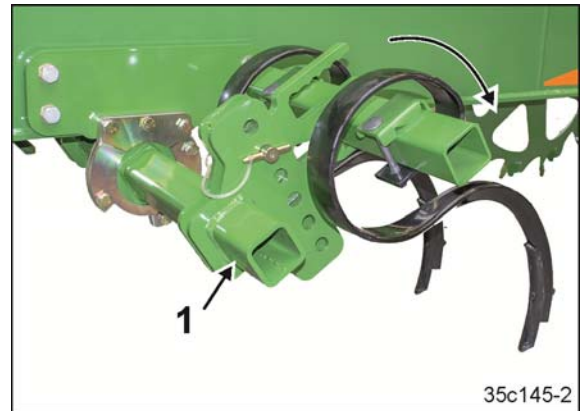

Fig. 238
1. Traktorspurlockerer in Arbeitsstellung schwenken (Fig. 238/1):